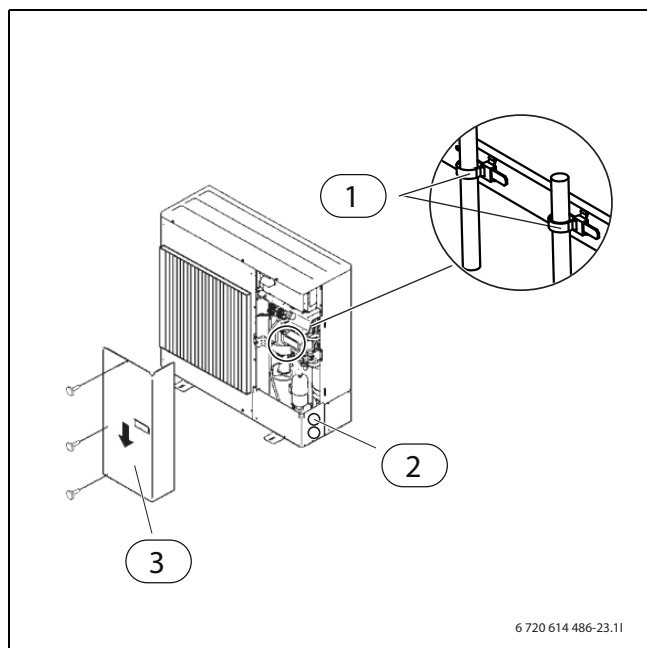

Fig. 31 Klargjøring av varmepumpen for elektrisk tilkobling
- ▶ Fjern inspeksjonsluken (Merke.3, fig. 31 - side 34).
- ▶ Før strømtilførselskablene og kommunikasjonskablene gjennom ledningsgjennomføringene som er beregnet på dette ved siden av varmepumpen (Merke.2, fig. 31 - side 34) - Fjern utskjæringene ved hjelp av en skrutrekker og en hammer.
- ▶ Hold kablene ved hjelp av kabelklemmer (Merke.1, fig. 31 - side 34).